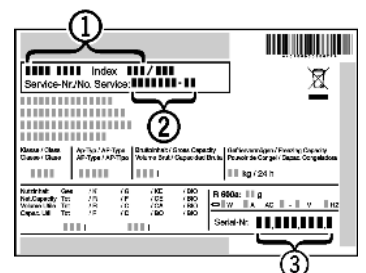

Fig. 5
- ▶ Наименование устройства Fig. 5 (1), сервисный № Fig. 5 (2) и серийный № Fig. 5 (3) считайте с заводской таблички. Заводская табличка находится внутри устройства слева.
- ▶ Обратитесь в сервисную службу и сообщите вид неисправности, наименование устройства Fig. 5 (1), сервисный № Fig. 5 (2) и серийный № Fig. 5 (3).